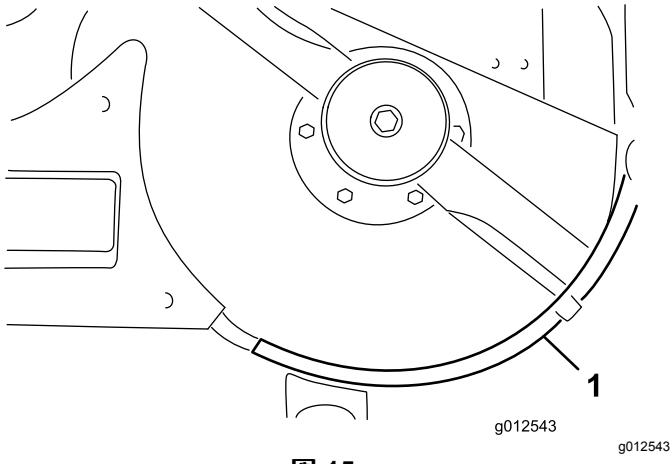

図 15
10. 左シェルフをデッキに取りつけるボルト $\frac{1}{4}$ -20 x 1" 2本、ボルト $\frac{1}{4}$ -20 x $\frac{3}{4}$ " 1本、ロックナット3個を使用する 図 15。ボルトは、頭部がデッキの内側にくるように取り付ける。